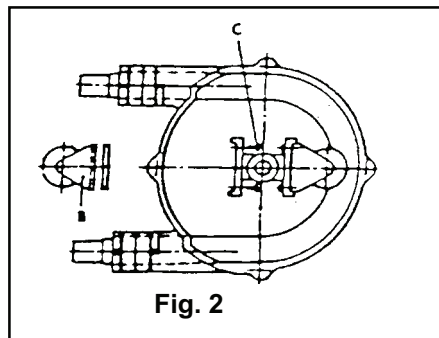

Fig. 2
2) Scegliere il senso di rotazione desiderato A o B (vedi Fig. 2).
2) Select the required rotating direction A or B (see Fig. 2).
2) Allentare le viti C ed estrarre le forcelle D con i relativi spessori ( Fig. 2 ).
2) Unscrew the screws C and remove the roller holders D with relevant shims (Fig. 2).
2) Montare gli attacchi sul tubo ( Fig. 2 ).
2) *Install hose connections (Fig. 2)*
Azionare la pompa dopo essersi assicurati che le viti di fissaggio D, siano ben serrate ( Fig. 2 ).
Start the pump after checking that the fixing screws D are properly tightened (Fig. 2).